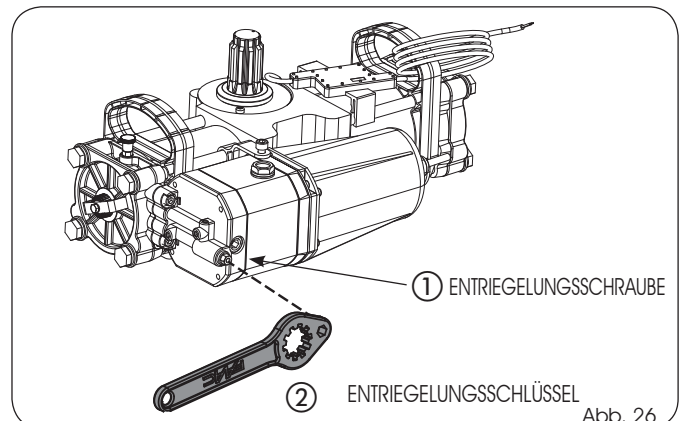

Abb. 26
- 2) Die Entriegelungsschraube (Abb. 26, ①) betätigen (in Ermangelung des Hebels den mitgelieferten Sechskantschlüssel (Abb.26, ②) einsetzen):